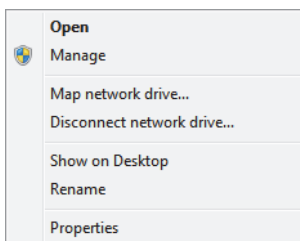

图 7-24 Computer 图标的快捷菜单 (Windows 7)
2. 在快捷菜单中, 点击 **Manage** (管理) (参见第 215 页的图 7-24)。